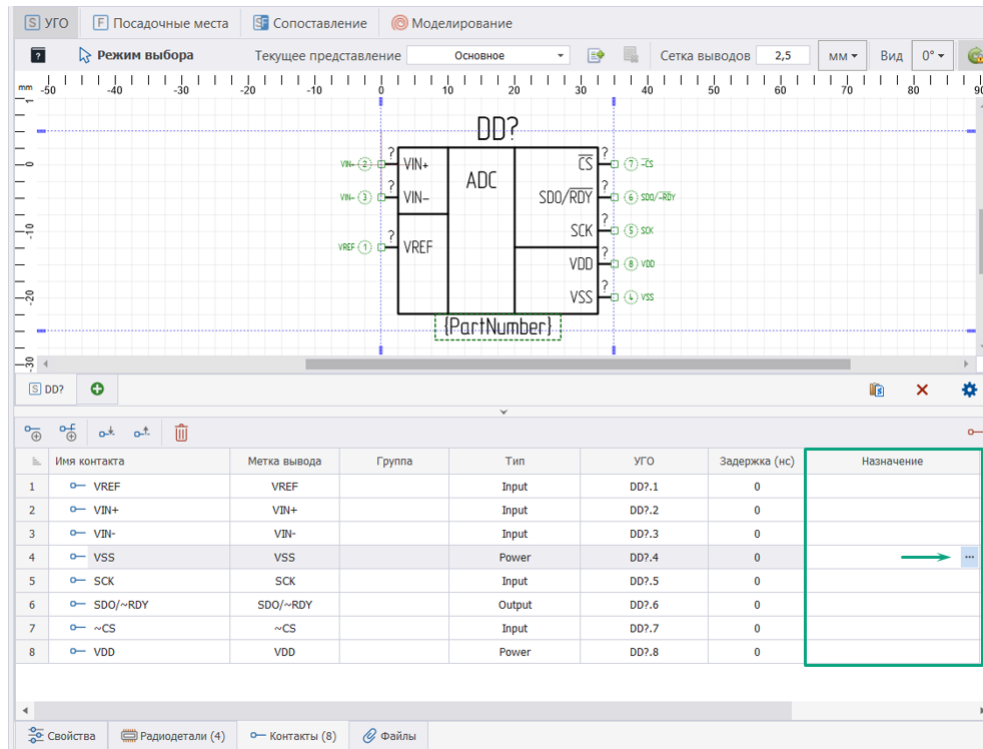

Рис. 255 Определение назначения
1. Выбрать контакт, двойным кликом нажать значок «...» в соответствующей ячейке столбца «Назначение», см. Рис. 255.